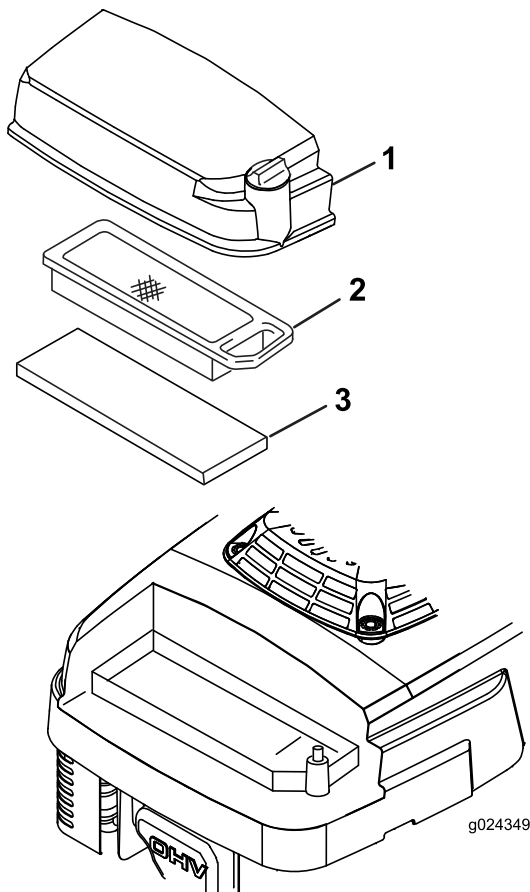

Figure 17
3. Desserrez la vis sur le couvercle du filtre à air (Figure 17).
5. Enlevez et examinez l'élément filtrant en papier (Figure 17) et remplacez-le s'il est excessivement encrassé.
6. Enlevez le préfiltre en mousse (Figure 17) et nettoyez-le avec de l'eau et un détergent doux. Séchez-le ensuite en le serrant légèrement dans un chiffon.